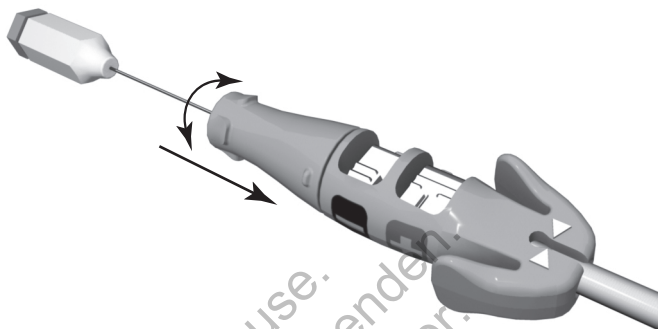

Figure 4. Outil de connexion avec manche de fixation enclenché
1. Saisir l'outil de connexion et la douille de la broche. Pour enclencher le manche de fixation sur la broche terminale, pousser le manche de fixation vers le corps de l'outil de connexion de façon à combler l'écart. Faire tourner le manche de fixation dans le sens des aiguilles d'une montre pour déployer la vis ou dans le sens contraire pour la rétracter. Observer l'extension et la rétraction de la vis (Figure 4 en page 18).